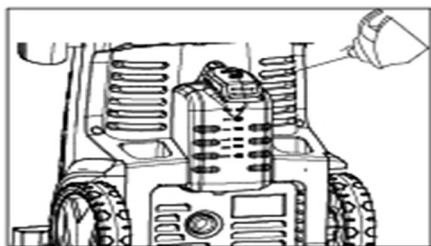

fig. 7
- Hæld rengøringsmidlet i beholderen (fig. 7). Indstil den justerbare spraylans til lavtrykstilstand.